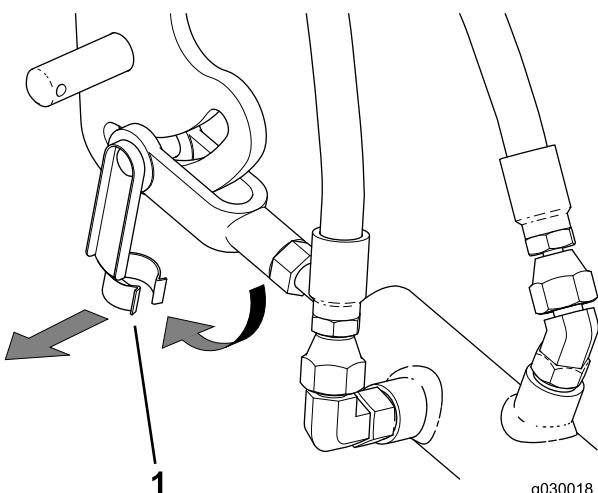

図 21
- ヨークを走行レバーに固定しているスプリングクリベスピニを外す図 21。